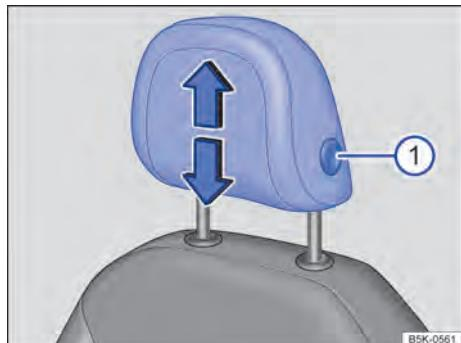

Fig. 39 Apoio para cabeça dianteiro: ajustar
- Empurrar o apoio para cabeça para cima na direção da seta ou para baixo com o botão → Fig. 39 ① pressionado → .
- Empurrar o apoio para cabeça para baixo com o botão → Fig. 39 ① pressionado.